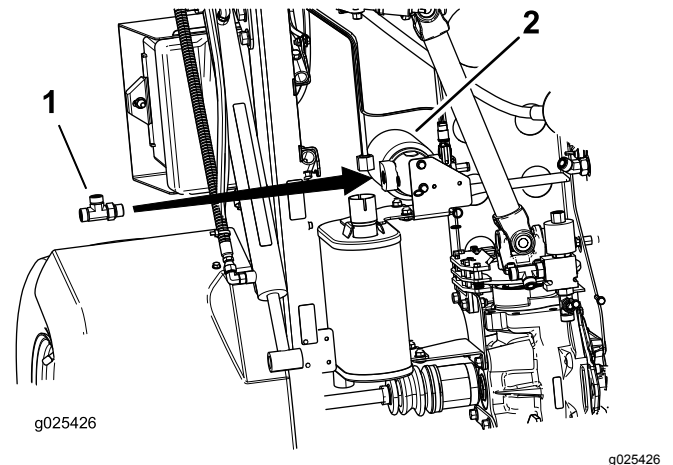

Figure 15
2. Posez le raccord en T avec les joints toriques (Figure 15).